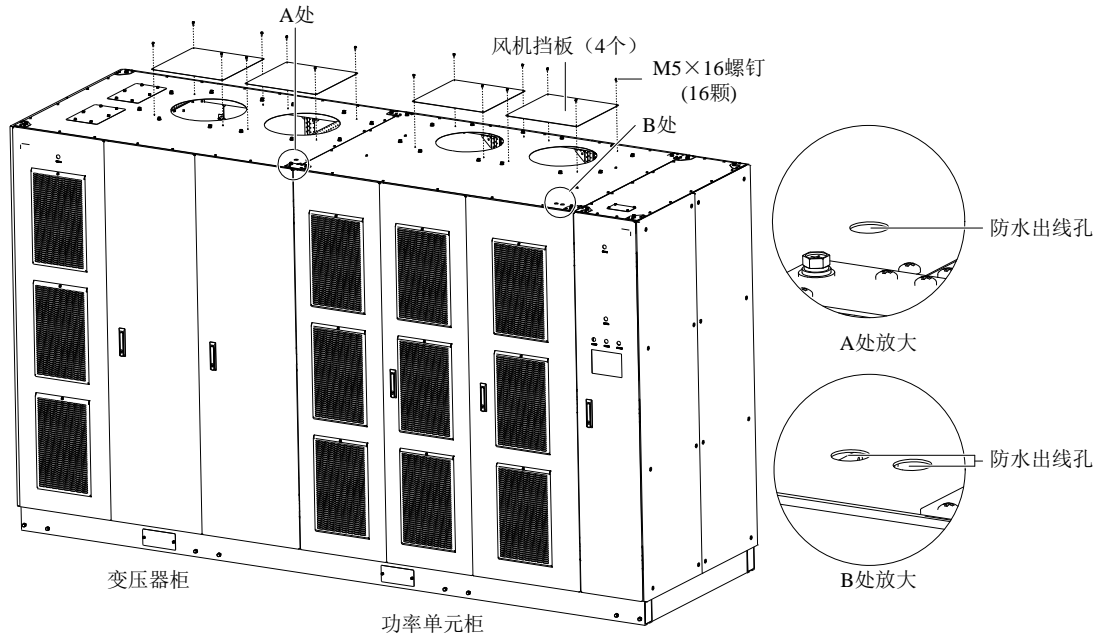
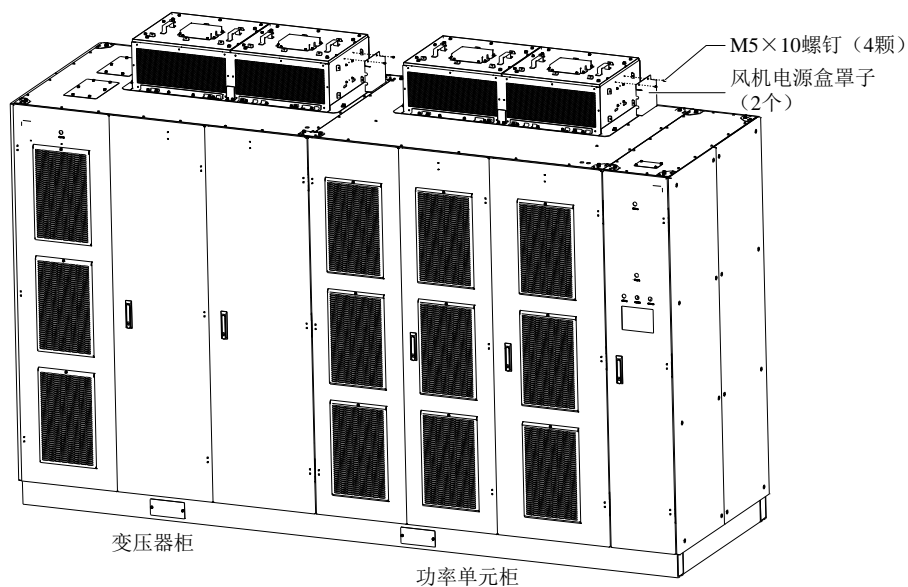

图2-28 拆除风机挡板
图2-30 拆除风机电源盒罩子
3. 安装时必须注意安装方向，使风机电源盒（见图 2-30）距柜顶防水出线孔（位于功率柜和变压器柜顶部，见图 2-28）的距离最短，否则会导致风机线缆长度不够。
1. 拆除固定柜顶风机挡板的 M5×16 螺钉，并拆下风机挡板，如图 2-28 所示。
3. 拆除风机电源盒的 M5×10 螺钉，然后拆下风机电源盒罩子，如图 2-30 所示。